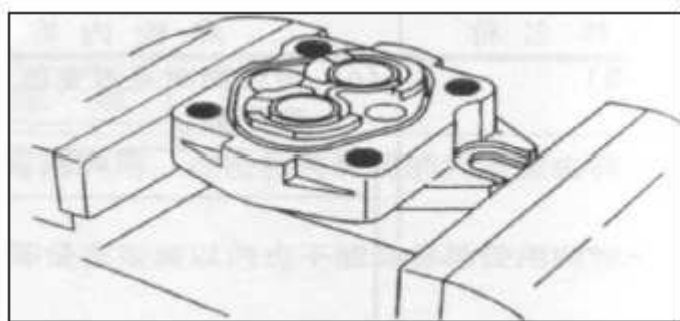

Рис. 5-28
(3) Повторная сборка.
a) Нужно зажать в тисках переднюю крышку (См. Рис. 5-28).